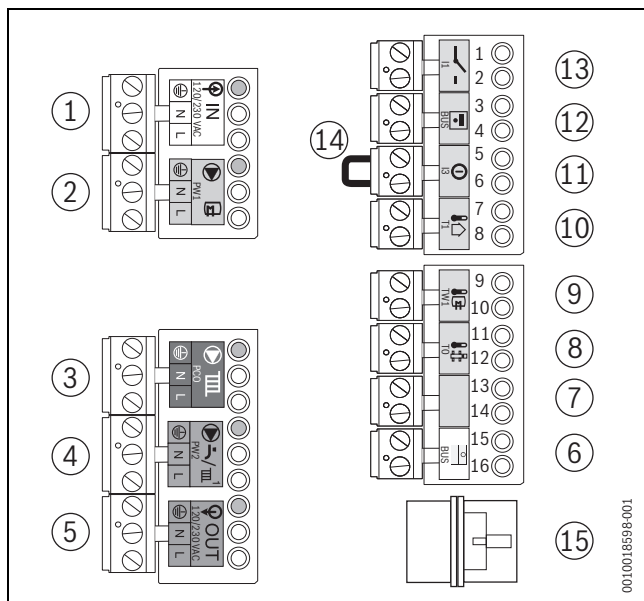

Bild 50 Klemmleiste
- Regler auf Anschlussklemme Φ **BUS** ($\rightarrow$ Bild 50, [6], Seite 30) anschließen. Hierzu ein 2-adriges Stromkabel von 0,4 bis 0,75 mm² verwenden.
- Brücke (→ Bild 50, [14], Seite 30) auf Anschlussklemme ① entfernen.
- Außentemperaturfühler an Anschlussklemme T1 (→ Bild 50, [10], Seite 30) anschließen.
- Speichertemperaturfühler an Anschlussklemme TW1 (→ Bild 50, [9], Seite 30) anschließen.
- Heizungspumpe an die grüne Anschlussklemme PCO (→ Bild 50, [3], Seite 30) anschließen.
- Zirkulationspumpe an die lila Anschlussklemme PW2 (→ Bild 50, [4], Seite 30) anschließen.
- Speicherladepumpe an die graue Anschlussklemme **PW1** (→ Bild 50, [2], Seite 30) anschließen.
- Externes 3-Wege-Ventil an die graue Anschlussklemme **PW1** (→ Bild 50, [2], Seite 30) anschließen.